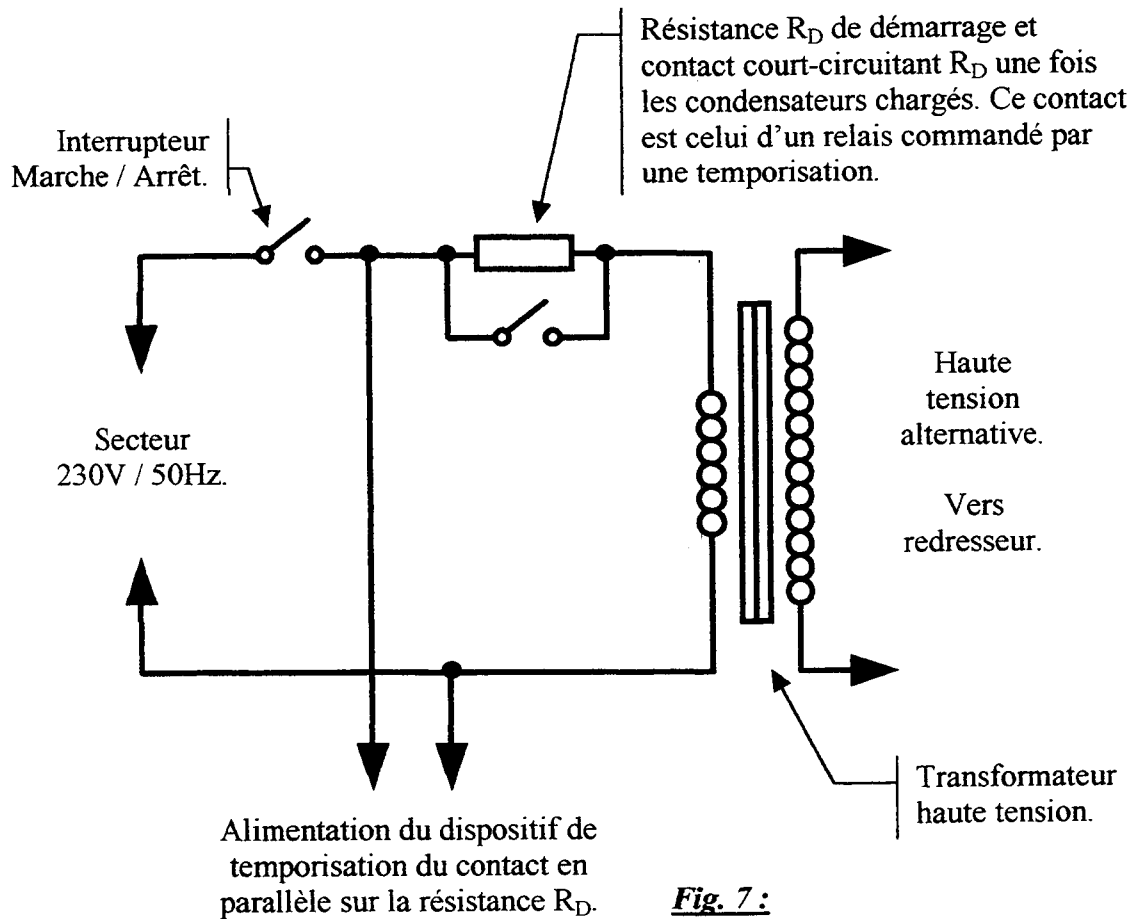

Fig. 7 :
Cette solution ayant l'avantage d'être économique et fiable, nous allons l'étudier plus en détail. Le schéma de câblage du primaire du transformateur est donné **figure 7**.
*Nota : un relais auto-alimenté a sa bobine connectée sur le secteur via un bouton poussoir normalement ouvert (NO = le courant passe quand on appuie dessus) et un bouton poussoir normalement fermé (NF = le courant passe quand on N'appuie PAS dessus). Un contact libre du relais est placé en parallèle sur le bouton poussoir NO. Ainsi, lors d'une pression sur NO (bouton « marche ») le relais colle et reste collé quand on relâche le poussoir grâce au contact en parallèle sur ce dernier. Pour décoller le relais, on appuie sur le bouton poussoir NF (bouton « arrêt ») qui coupe l'alimentation de la bobine. Un autre contact du relais jouera le rôle de l'interrupteur de mise en marche présent sur le schéma **figure 7**.*